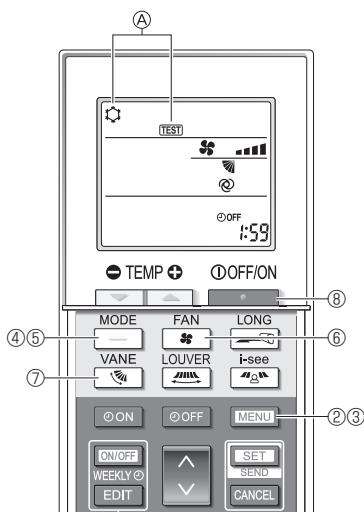

Fig. 7-5
- ① Mindestens 12 Stunden vor dem Testlauf den Netzstrom einschalten.
- ② Drücken Sie Taste **[MENU]** 5 Sekunden lang. (Fig. 7-5)
- ③ Drücken Sie die Taste **[MENU]**.
Es werden ①[TEST] und die aktuelle Betriebsart angezeigt. (Fig. 7-5)
- ④ Drücken Sie die Taste **[—]**, um den Kühlmodus zu aktivieren, und prüfen Sie dann, ob Kaltluft aus dem Gerät geblasen wird.
- ⑤ Drücken Sie die Taste **[—]**, um den Heizmodus zu aktivieren, und prüfen Sie dann, ob Warmluft aus dem Gerät geblasen wird.
- ⑥ Drücken Sie die Taste **[VENT]** und prüfen Sie, ob sich die Ventilatordrehzahl ändert.
- ⑦ Drücken Sie die Taste **[VENT]** und prüfen Sie, ob die automatische Klappenfunktion einwandfrei funktioniert.
- ⑧ Drücken Sie die Taste **[—]**, um den Testlauf zu beenden.